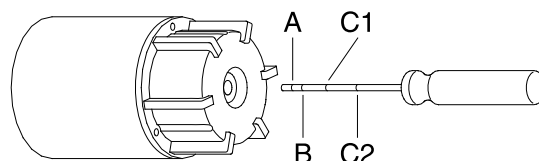

Rys. 4 Pozycja silnika podczas napełniania - MMS
1. Silnik należy ustawić pod kątem 45°, tak aby jego górna część znajdowała się wyżej. Zob. rys. 4.